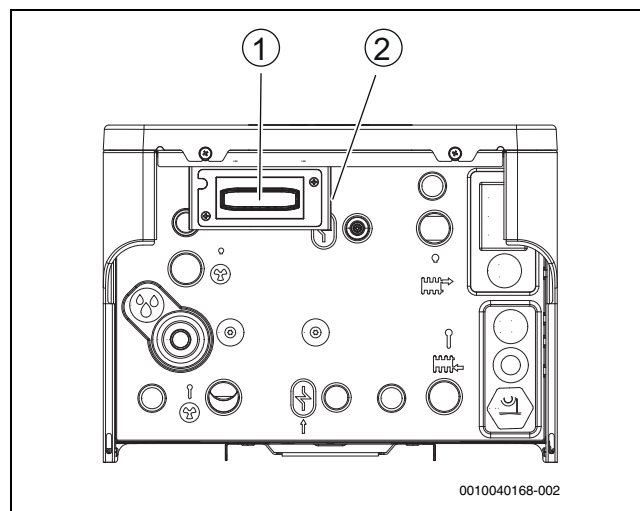

Bild 9 MX300-Platzierung
1. Hebel ausklappen (→ [2], Abb. 9).
2. Modul in den Halter einsetzen (→ [1], Abbildung 9).